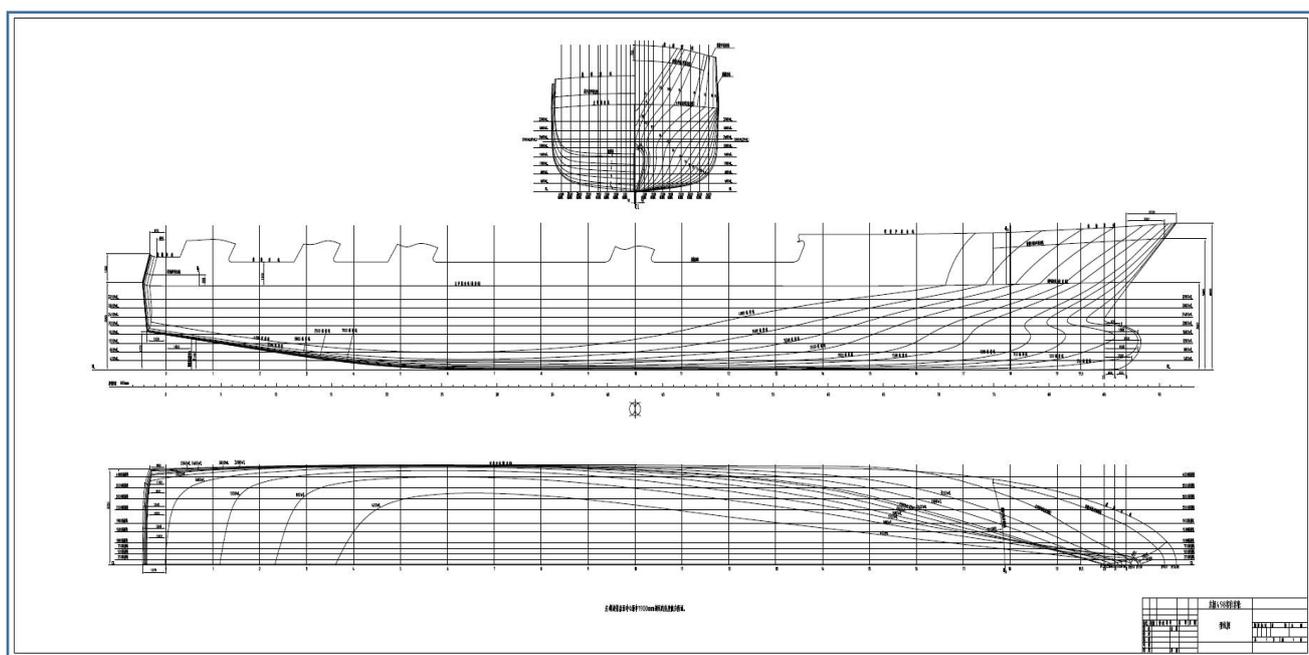

图 H1-1 型线图
(1) 根据 H1-1 图纸绘制肋骨基线与中心线, 给出基线中心线符号;
(2) 根据图 H1-1 图纸绘制水线、纵剖面网格, 给出网格线说明文字;
- (3) 使用样条确认 FR4 肋位各水线半宽值、纵剖线高度值；
- (4) 使用样条绘制肋骨型线；
- (5) 标注肋骨线肋位号；
- (6) 依据 H1-2 基本结构图 (1) (2)、H1-3 典型横剖面图、H1-4 典型横剖面图绘制 FR4 肋位横剖面结构；
- (7) 要求标注结构尺寸；
- (8) 要求标注结构间距；
- (9) 要求表达结构方向、投影关系。
- (1) 根据 H1-1 图纸绘制肋骨基线与中心线，给出基线中心线符号；
- (2) 根据图 H1-1 图纸绘制水线、纵剖线网格，给出网格线说明文字；
- (3) 使用样条确认 FR5 肋位各水线半宽值、纵剖线高度值；
- (10) (6) 依据 H1-2 基本结构图 (1) (2)、H1-3 典型横剖面图、H1-4 典型横剖面图绘制 FR5 肋位横剖面结构；
- (3) 使用样条确认 FR6 肋位各水线半宽值、纵剖线高度值；
- (11) (6) 依据 H1-2 基本结构图 (1) (2)、H1-3 典型横剖面图、H1-4 典型横剖面图绘制 FR6 肋位横剖面结构；
- (3) 使用样条确认 FR13 肋位各水线半宽值、纵剖线高度值；
- (12) (6) 依据 H1-2 基本结构图 (1) (2)、H1-3 典型横剖面图、H1-4 典型横剖面图绘制 FR13 肋位横剖面结构；
- (3) 使用样条确认 FR14 肋位各水线半宽值、纵剖线高度值；
- (6) 依据 H1-2 基本结构图 (1) (2)、H1-3 典型横剖面图、H1-4 典型横剖面图绘制 FR14 肋位横剖面结构；